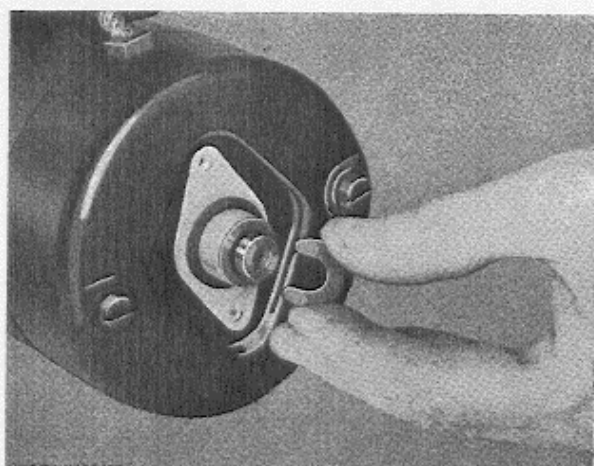

Abb. 77 Ausbau der Sicherungsscheibe
2. Sicherungsscheibe und Ausgleichscheiben lt. Abb. 77 und 78 abheben.